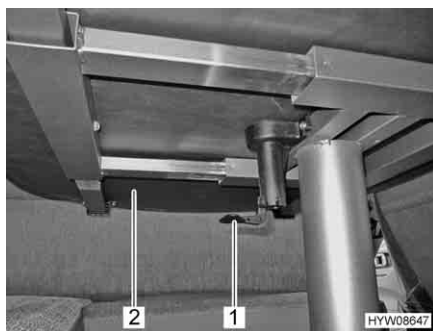

Fig. 82 Leva per spostare il piano del tavolo
- Tirare o spingere la leva (Fig. 82,1) verso il basso.
- Spingere il piano del tavolo (Fig. 82,2) nella posizione desiderata.